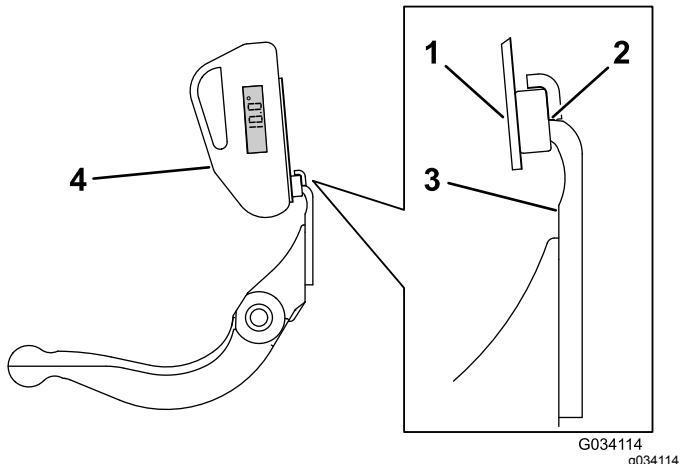

**Bild 27**
1. Positionieren Sie den Neigungsmesser an der Unterseite des Untermessers, wie in Bild 27 abgebildet.